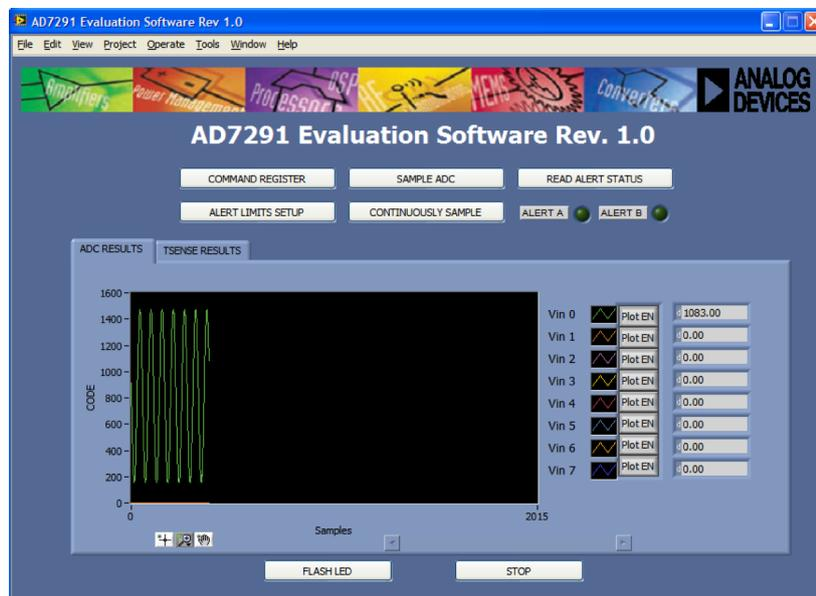

図 3.メイン・ウィンドウ
1. **Start**メニューで、**Analog Devices – AD7291 > AD7291 Evaluation Software**を選択します。ソフトウェアのメイン・ウィンドウが表示されます(図 3参照)。